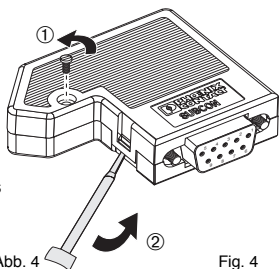

Abb. 4
**Hinweis zum Öffnen des SUBCON-Gehäuses (Abb. 4):**
- ① Lösen Sie die Gehäuseschraube!
- ② Entriegeln Sie die Gehäuseoberschale mit Hilfe eines Schraubendrehers - dann können Sie das Gehäuse aufklappen.